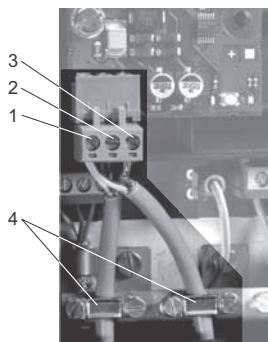

Fig. 2 LON-tilslutning
Se fig. 2.
Se fig. 2, pos. 3.
Skærmen må aldrig tilsluttes til jord via jordbøjlen. Se fig. 2, pos. 4.